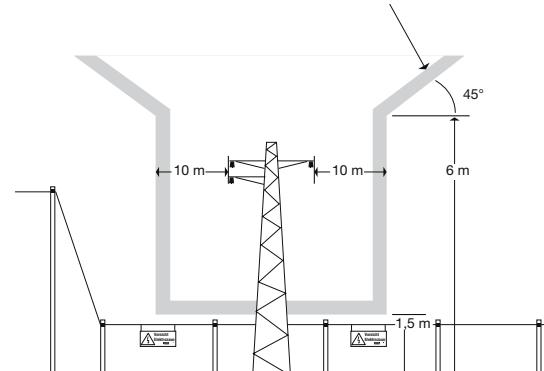

Bild 4. Sicherheitsraum für Hochspannungsleitungen (über 1000 V.)
2) Freileitungen über 1000 V dürfen mit der Zaunleitung und den Zaundrähten nicht überquert werden. Werden Elektrozaunaanlagen zu Freileitungen über 1000 V parallel geführt oder unterqueren sie diese, so darf innerhalb eines Schutzstreifens von 10 m beiderseits der äußeren Leiter die Bauhöhe der Elektrozauna anlagen 1,5 m nicht überschreiten (s. Bild 4).